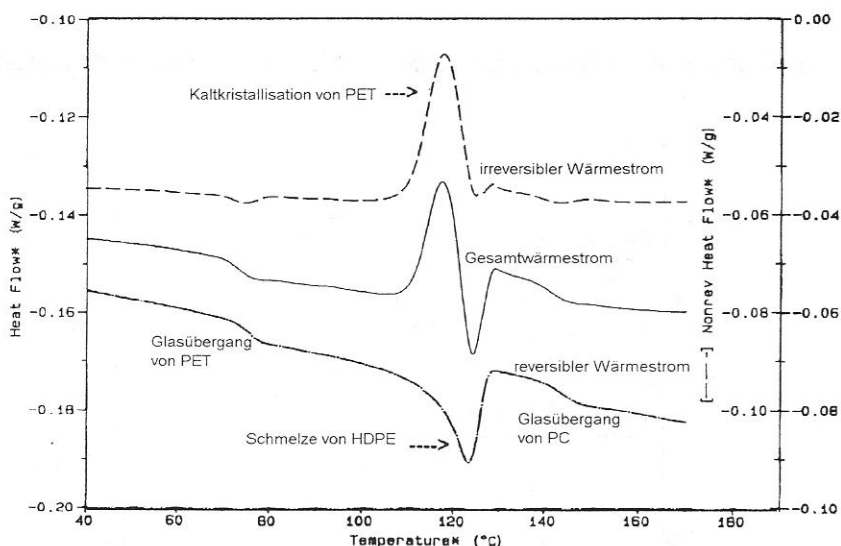

Abbildung 6.13 — Trennung von Übergängen in einem Polymerverschnitt
Abbildung 6.13 zeigt ein weiteres Beispiel, in dem die MDSC™ überlappte Vorgänge trennt und dadurch eine sicherere Versuchsdeutung ermöglicht. Es handelt sich um einen Verschnitt aus Polykarbonat (PC), Polyethylenterephthalat (PET) und Polyethylen hoher Dichte (HDPE). Betrachten wir die Gesamtwärmestromkurve (mittlere Kurve) allein, so sehen wir bei 80 °C einen Glasübergang und bei 120 °C einen interessant aussehenden, aber schwer zu erklärenden Übergang. Die MDSC™-Kurven (obere und untere Kurve in der Abbildung) zeigen auf einen Blick, aus welchen Einzelvorgängen sich die Gesamtwärmestromkurve zusammensetzt. Der Glasübergang von PET bei ca. 75 °C, der Glasübergang von PC bei ca. 145 °C und die Schmelze von HDPE bei ca. 120 °C erscheinen in der